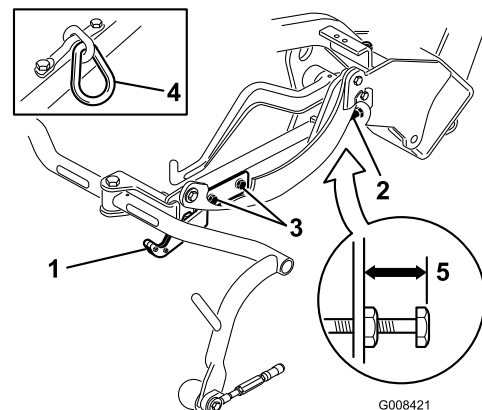
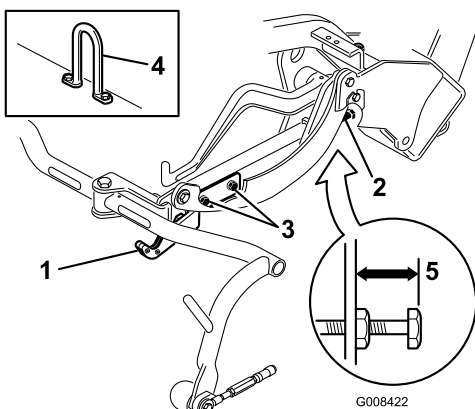
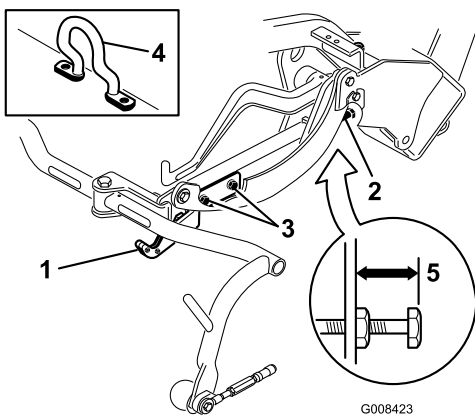

Figura 19
Figura 20
Figura 21
Compruebe la altura de transporte (Figura 19 y Figura 20) y ajústela, si es necesario.
- En unidades de corte equipadas con un gancho de elevación con eslabón de cadena o recto (Figura 19 y Figura 20) compruebe que la distancia entre la parte superior del tornillo de ajuste del bastidor de tiro y el borde trasero del bastidor de tiro es de 22 mm. Si la distancia no es de 22 mm, continúe con el paso 4. Si la unidad de corte está equipada con un gancho de elevación acodado, (Figura 21), continúe con el paso siguiente.
3. En unidades de corte equipadas con un gancho de elevación acodado (Figura 21, detalle) compruebe que la distancia entre la parte superior del tornillo de ajuste del bastidor de tiro y el borde trasero del bastidor de tiro es de 25 mm. Si la distancia no es de 25 mm, continúe con el paso 4.
4. Afloje los tornillos de montaje de la pletina de transporte (Figura 19, Figura 20 y Figura 21).
7. Si los bastidores de tiro no están a la misma altura, afloje la contratuerca del tornillo de ajuste del bastidor de tiro (Fig.Figura 19, Figura 20 y Figura 21). Gire el tornillo hacia fuera para elevar y hacia dentro para bajar. Apriete la contratuerca después de obtener la altura correcta.